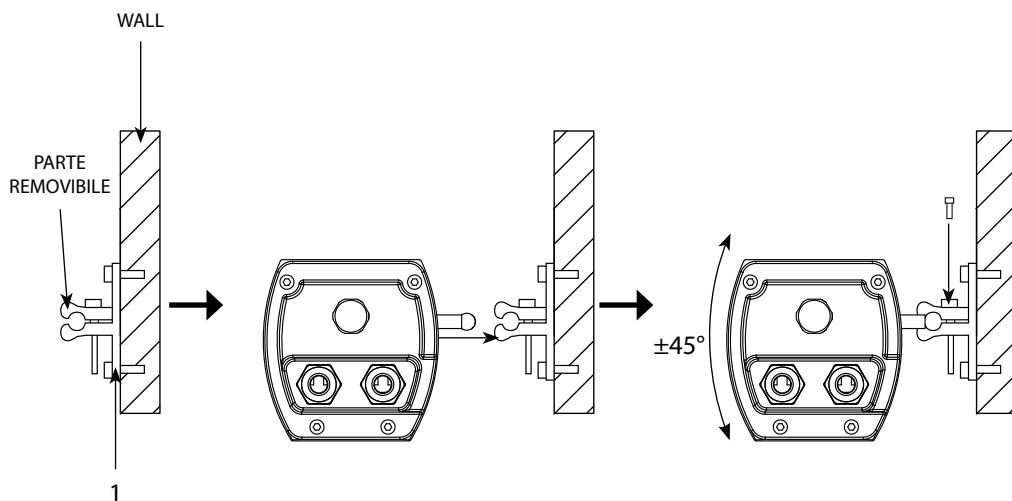

Fig.2
L'ARC PLOT81TRI può essere collocato su un piano solido (fig.2). Inoltre, grazie alle possibilità di fissaggio con le staffe di supporto (1), l'unità può essere montata su diverse superfici come pareti e soffitti. Per il fissaggio occorrono dei supporti robusti per il montaggio. L'area di collocazione deve avere una stabilità sufficiente e supportare almeno 10 volte il peso dell'unità.